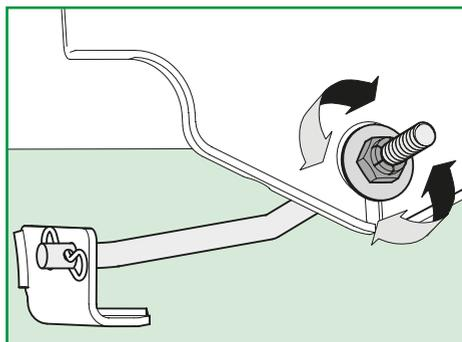

Figura 17
3. Localice la tuerca de fijación y la tuerca de ajuste en la parte del frente del soporte de la barra estabilizadora. Ver Figura 17;